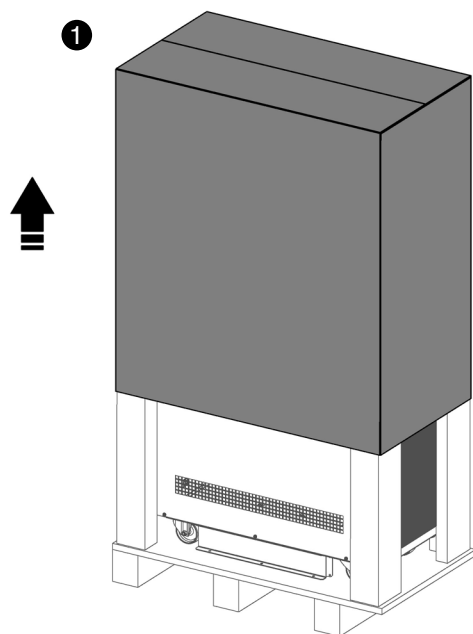

Fig. 22. Retrait de l'emballage en carton.
- ❶ Pour déballer l'équipement, coupez les bandes du boîtier en carton et retirez-le par le haut comme s'il s'agissait d'un couvercle (Fig. 22) ou démontez-le avec les outils nécessaires si le boîtier est en bois.